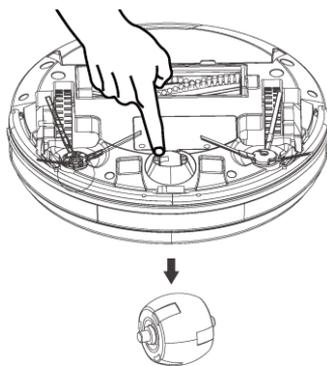

Рисунок 2
- Отверткой открутите крепление переднего колеса, снимите его и удалите волосы с паза и оси колеса, проделывайте данную операцию два раза в неделю (см. Рисунок 2).